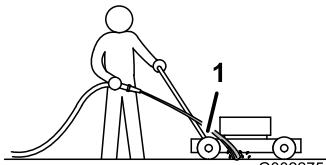

Figura 37
3. Tenete il flessibile da giardino all'altezza della maniglia e indirizzate il getto per terra, davanti alla ruota posteriore destra (Figura 37).